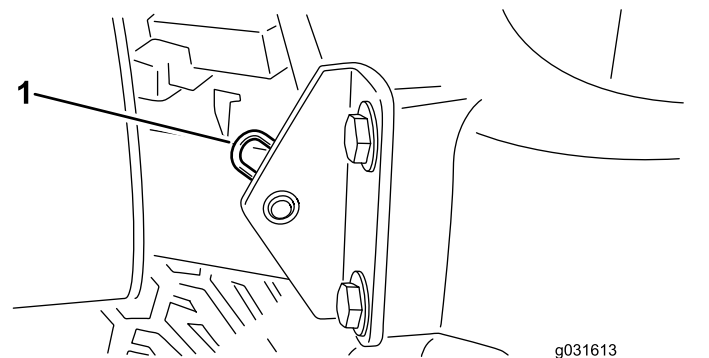

Bild 57
2. Entfernen Sie den Splint, mit dem das Gelenk der Motorhaube an den Befestigungshalterungen befestigt ist (**Bild 57**).